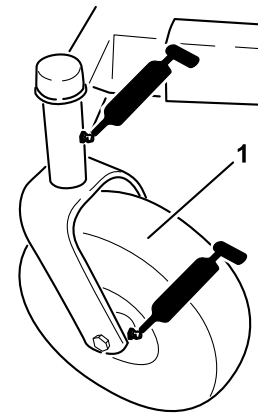
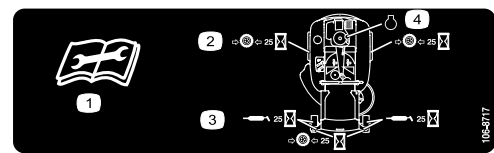

Bild 27
Bild 28
3. Reinigen Sie die Schmiernippel (Bild 27 und Bild 28) mit einem Lappen. Kratzen Sie bei Bedarf Farbe vorne von den Nippeln ab.
4. Setzen Sie die Fettpresse nacheinander an allen Nippeln an (Bild 27 und Bild 28). Fetten Sie die Nippel, bis das Fett beginnt, aus den Lagern auszutreten.